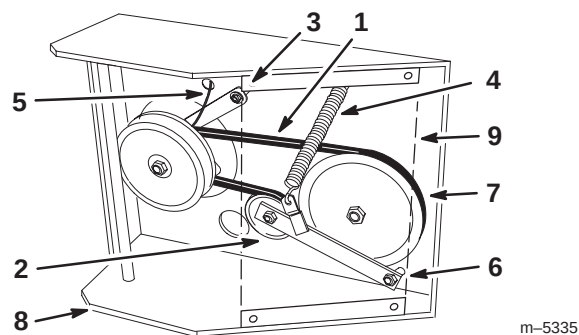

Bild 57
6. Entfernen Sie die Kupplungshalterung vom Motorchassis (Bild 57).
7. Haken Sie die Spannfeder aus der Seite des Chassis aus (Bild 57).
10. Ziehen Sie die Drehschraube mit 47 bis 54 Nm an. Haken Sie die Spannfeder zwischen dem Spannscheibenarm und der Chassishalterung aus (Bild 57).
11. Montieren Sie die Kupplungshalterung am Motorchassis (Bild 57).